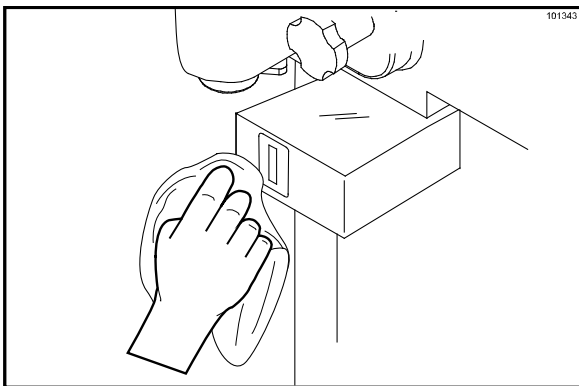

Figure 38
30. Utiliser une serviette propre, humide et aseptisée pour essuyer avec précaution la protection du détecteur de contrôle des portions et éliminer toute accumulation de mélange. Vérifier que la protection du détecteur n'est pas endommagée. La remplacer si nécessaire (Cf. Figure 38).